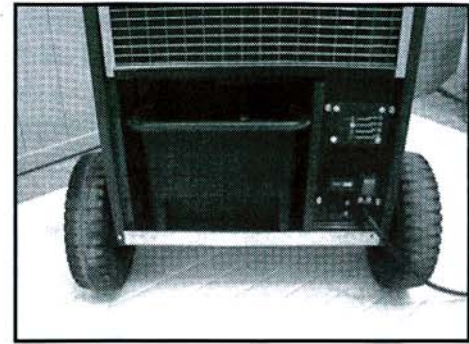

Fig. 2
1) utilizando el recipiente provisto de serie, que tiene que ser vaciado cuando se enciende la espía de indicación de lleno. Apagar el aparato, reinsertar y volver a encenderlo (fig. 2);